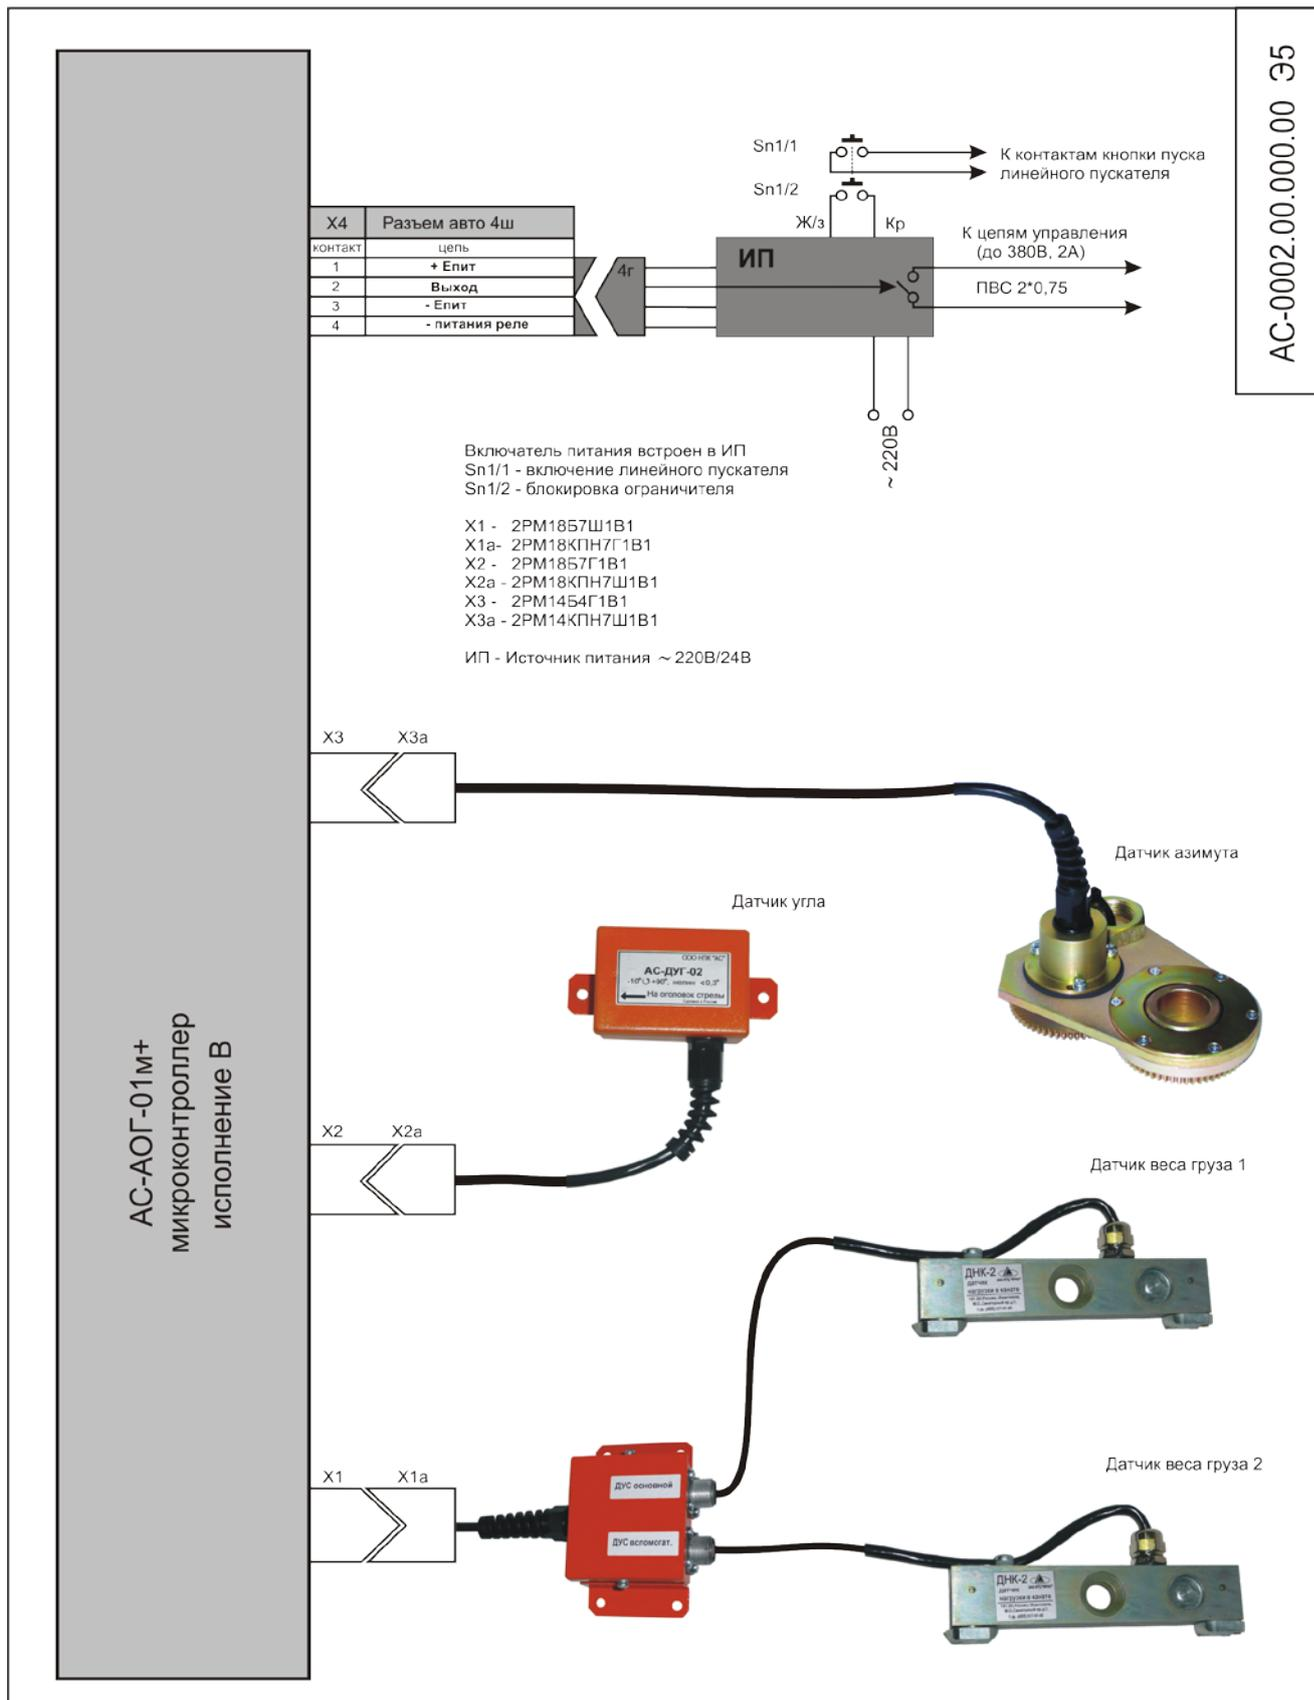

Рис.3
6.1. Описание работы проводится по схеме Рис.3.
Подсоединение АОГ к электрооборудованию крана должно быть произведено в соответствии со схемой подключения Рис.3, через контакты разъема Х4 блока АОГ, Рис.2, расположенного на шлейфе, выходящем через гермовывод на задней стенке блока АОГ.